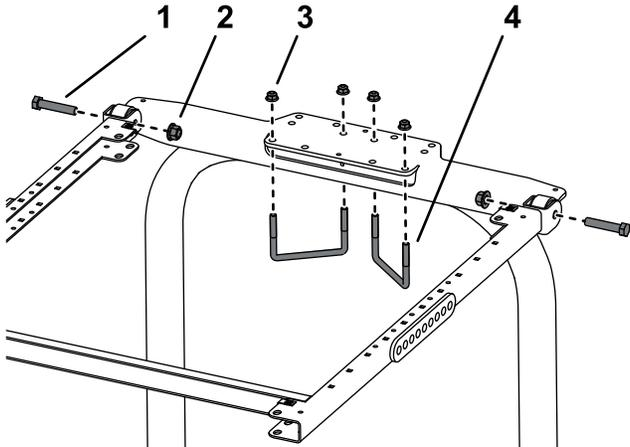

Figure 16
- Placez le support du système ROPS au sommet de l'arceau de sécurité du groupe de déplacement (Figure 16).
- Montez le cadre sur le support du système ROPS (Figure 16).
- Utilisez les trous indiqués à la Figure 16 pour fixer le support du système ROPS au sommet de l'arceau de sécurité à l'aide de 2 étriers filetés (4 1/2" x 2 3/4") et de 4 écrous à embase.